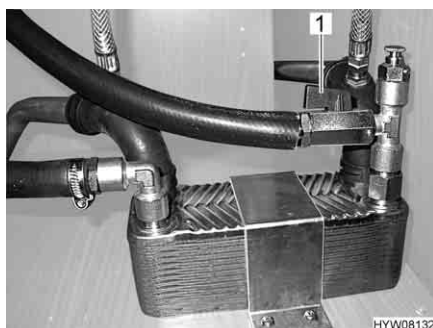

Fig. 89 Scambiatore di calore Alde
**Accensione:** ■ Posizionare la maniglia (Fig. 89,1) del rubinetto di chiusura parallelamente alla tubazione.
**Spegnimento:** ■ Posizionare la maniglia (Fig. 89,1) del rubinetto di chiusura verticalmente rispetto alla tubazione.